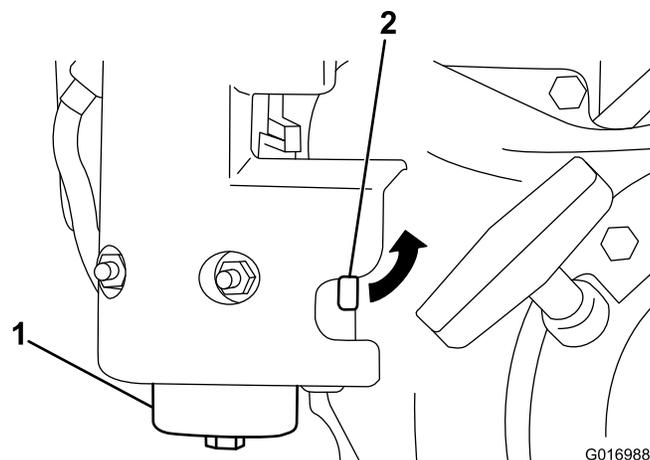

Figura 29
1. Feche a válvula de bloqueio do combustível e desaperte o depósito do corpo do filtro (Figura 29).